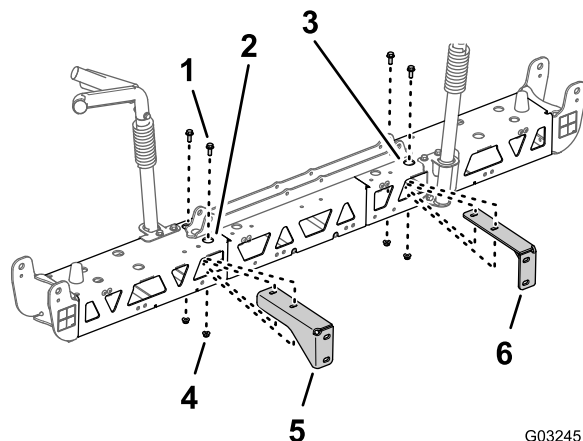

Figure 56
2. Alignez les trous du support droit et les trous du cadre en treillis droit, comme montré à la Figure 56.
3. Montez le support droit sur le cadre en treillis droit (Figure 56) à l'aide des 2 boulons à embase
4. Répétez les opérations 2 et 3 pour le support gauche sur le cadre en treillis gauche (Figure 56).